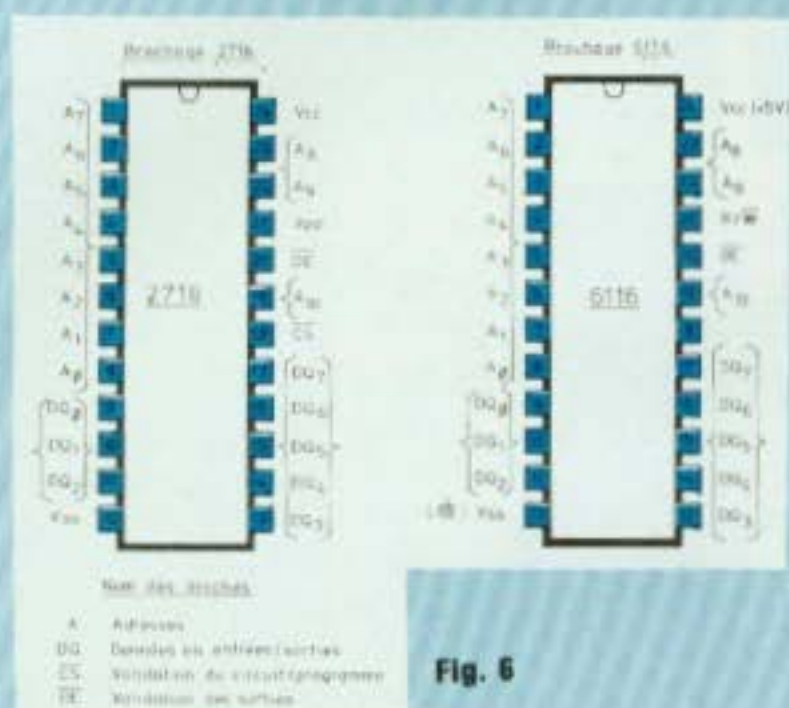

Fig. 6
- Fig. 6 : Mémoires EPROM 2716 et RAM 6116.
paraissant dans les articles suivants, le listing complet avec commentaires en français peut être fourni avec le circuit EPROM 2716. On trouvera en figure 6 le brochage du circuit 2716. **Le circuit 6116**, mémoire à lecture-écriture **RAM de 2 koctets**. Cette